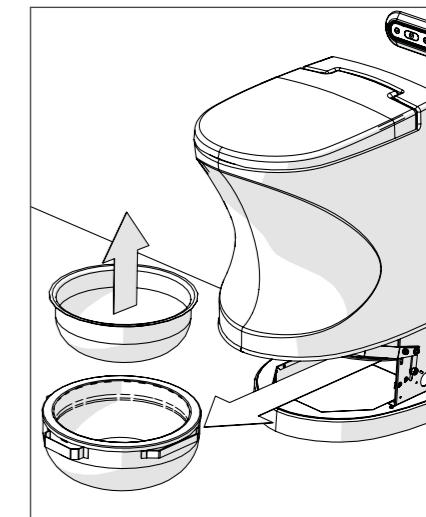

Bild 6
- Dra ut askbehållaren. Ta ut insatsen ur askbehållaren och töm ur askan (bild 6).